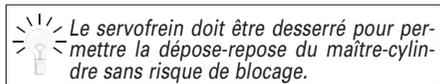

Fig. 28
- l'agrafe de sécurité (7) et extraire l'axe de pédale de frein (Fig.28),
- les écrous (8).